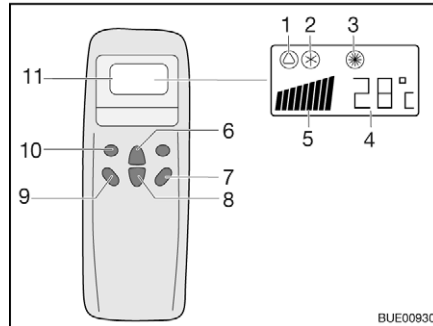
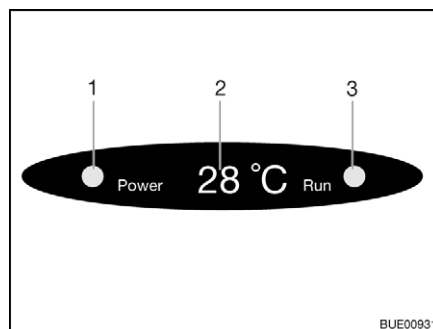

Fig. 197 Telecomando
Fig. 198 Display su diffusore
- Premere il tasto "ON/OFF" (Fig. 197,7).
- Premere il tasto "Mode" (Fig. 197,10) spesso, finché la modalità desiderata (Fig. 197,1, 2 o 3) viene visualizzata sul display. La spia di controllo relativa sul display sul diffusore (Fig. 198,3) si accende.
- Con i tasti di aumento della temperatura (Fig. 197,6) o di riduzione della temperatura (Fig. 197,8) regolare la temperatura desiderata.
- Con il tasto numero di giri ventola (Fig. 197,9) selezionare il livello desiderato per la ventola.